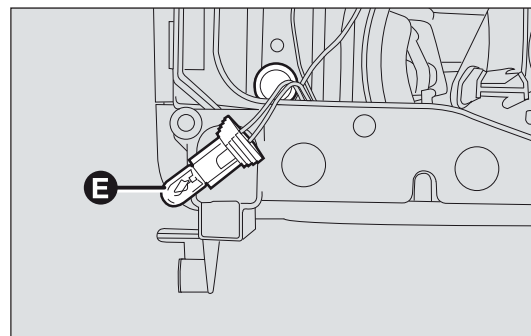

fig. 143
- ☐ extraiga la lámpara fundida E-fig. 143 e introduzca la lámpara nueva.